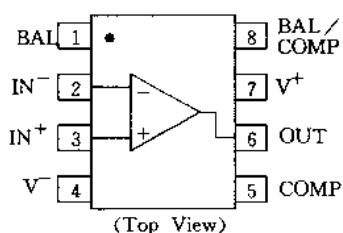

图 1-2  $\mu P741$  管脚图
$\mu A741$  的管脚见图 1-2，运放管脚的排列是以集成电路印字面有缺口并带点的下面为第①脚，由左向右逆时针排列脚号为①~⑧顺排（如是④脚的就是①~⑪顺排）。